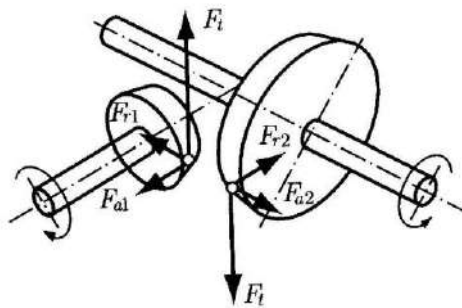

Рис. 2.7. Силы, действующие в конической передаче
**Расчет сил в зацеплении конической передачи.** Силы, действующие в зацеплении конической прямозубой передачи, показаны на рис. 2.7. Схема соответствует случаю вращения шестеренки по часовой стрелке.